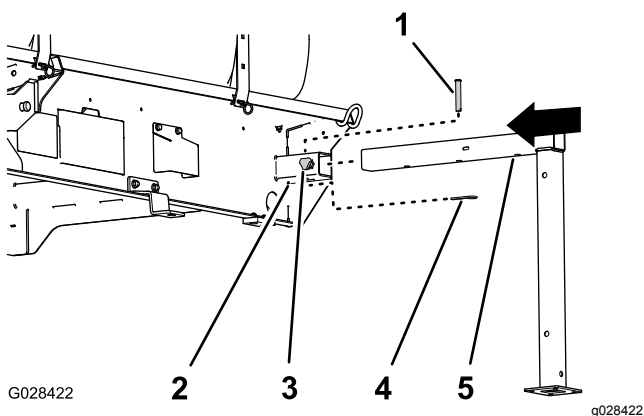

Рисунок 133
1. Совместите переднюю подъемную опору с гнездом под опору в передней части бака (Рисунок 133).
трубке подъемной опоры было совмещено с отверстием в верхней части гнезда (Рисунок 133).
4. Заверните рукоятку в гнездо, затянув от руки (Рисунок 133).